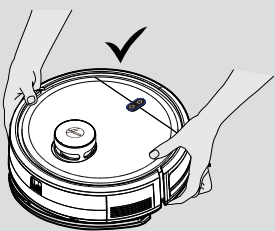

Fig. 22
**IMPORTANTE:** Deve desligar sempre o dispositivo antes de efetuar a manutenção. Use sempre as duas mãos para levantar e transportar e certifique-se de que o robot esteja nivelado. [Fig. 22]